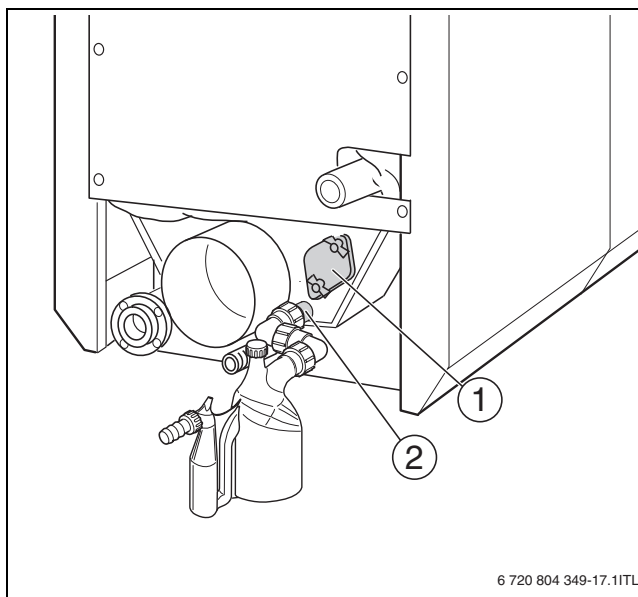

Bild 44 Reinigungsdeckel Abgassammler
- Kondensatablauf (→ Bild 44, Seite 42) beim Reinigen nicht verstopfen.